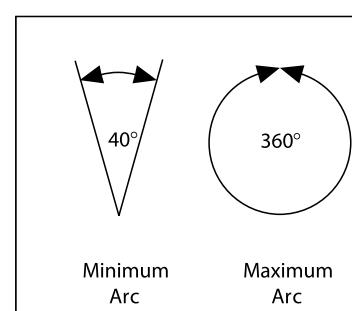

Рис. 4.
3. Задвиньте нужную форсунку в гнездо. Обратите внимание, что форсунка располагается под углом в 25°. "Ушки" форсунки должны располагаться сверху (рис. 4). Затяните регулировочный винт.